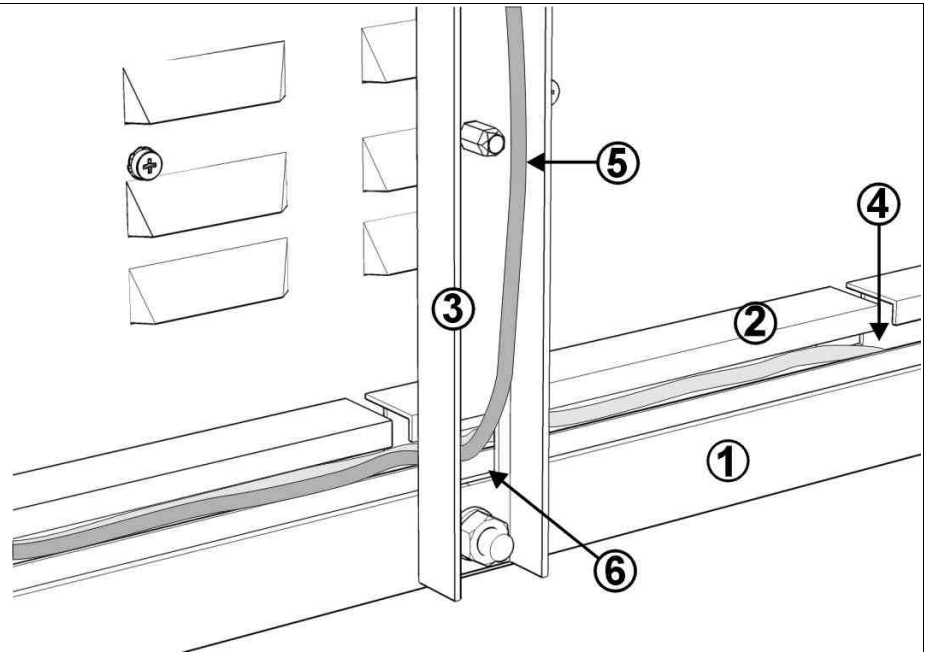
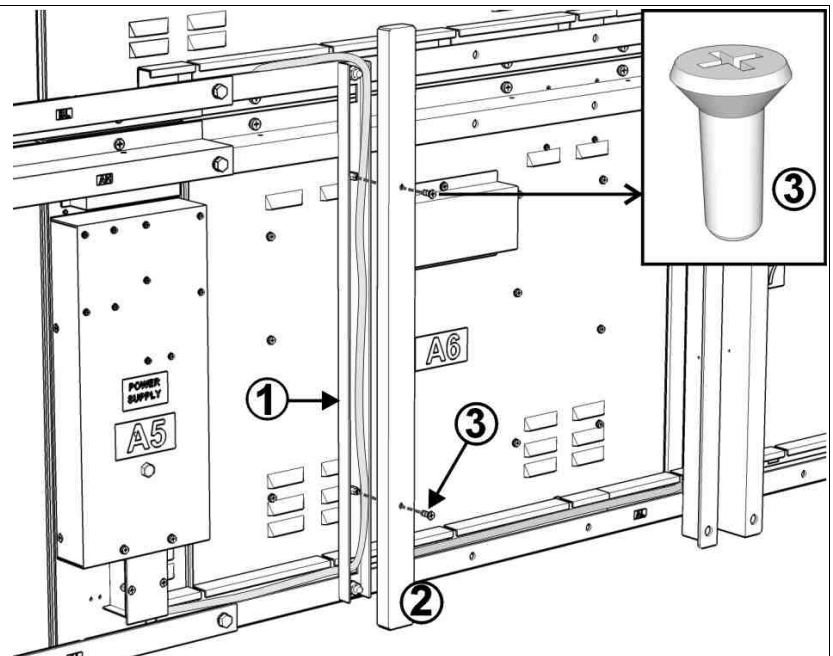

Abb. 8: Einfügen der Kabel in die Kabelhalterführungen
Abb. 9: Verschließen der vertikalen Kabelhalterführungen
- Mit der Nummer ① wird die Position der vertikalen Kabelhalterführung definiert (siehe ebenso die Nummern ① und ② in Abb. 9).
1. Fügen Sie die Kabel aller Module durch den entsprechenden Schlitz (siehe Abb. 8) in die Kabelhalterführungen soweit ein, bis sie in der Nähe des Moduls **POWER SUPPLY** sind. Schließen Sie nun die eventuellen vertikalen "Kabelhalterführungen" für den Durchgang der Kabel von den oberen Modulen mit der Abdeckung und den beiden Schrauben **M5x16**, wie es in der Abb. 9 dargestellt ist.